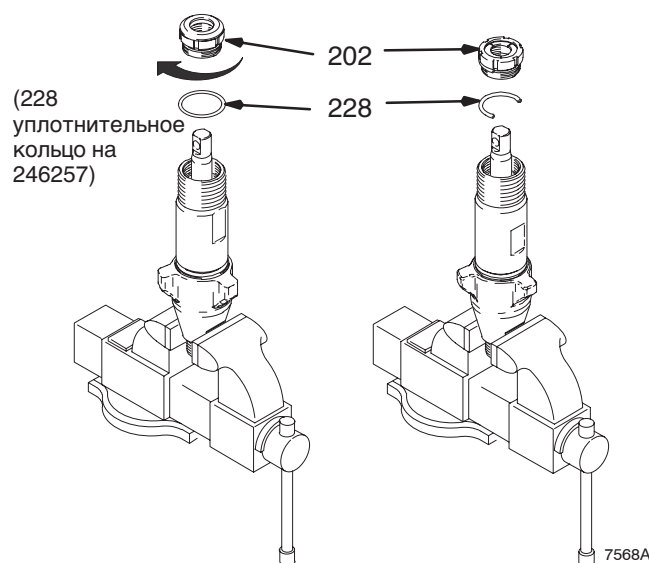

Рис. 20
Рис. 20. Затяните уплотнение и гайку уплотнения (202) на регулировочной шайбе (228) с усилием 100 +/- 10 дюйм-фунт (75 +/- 5 дюйм-фунт для 246257) (140 +/- 10 дюйм-фунт для 287814, 287815).